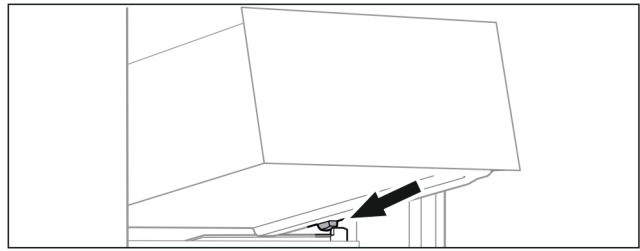

Fig. 63
- ▶ Lade schuin achter de stoppers op containerrib plaatsen. (zie Fig. 63)